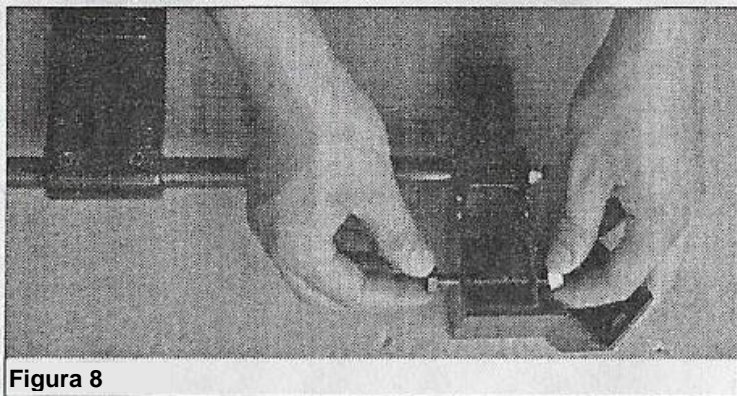

Figura 8
- Afloje y retire el perno y la tuerca hexagonal de la abrazadera (véase la figura 8).